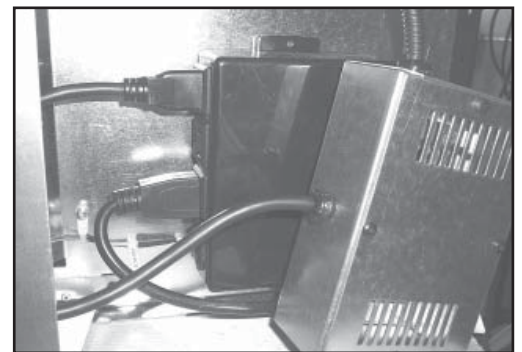

Figure 16: **Branchement** du PVK dans la boîte électrique.
17. Branchez le cordon d'alimentation de la boîte de contrôle du PVK dans la prise supérieure de la boîte électrique sur le côté, comme montré à la figure 16.